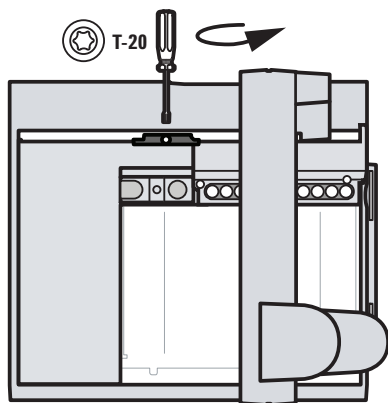

図 8 出荷用クランプからの T-20 ネジの取り外し
- 5 T-20 トルクドライバーを使用して、出荷用クランプから T-20 ネジを取り外します (図 8)。